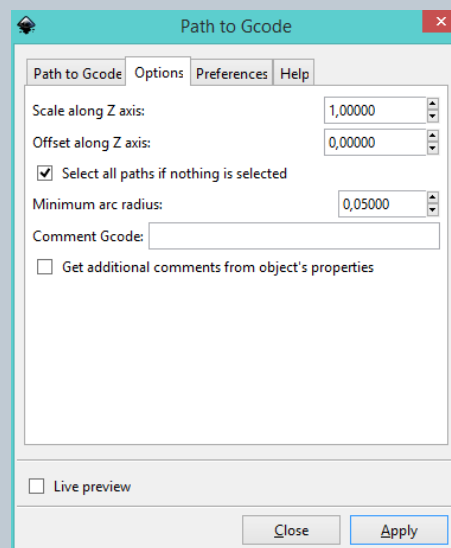

Fig. 65
- Nella seconda schermata “Options” selezionare i valori come da immagine (Fig. 65):